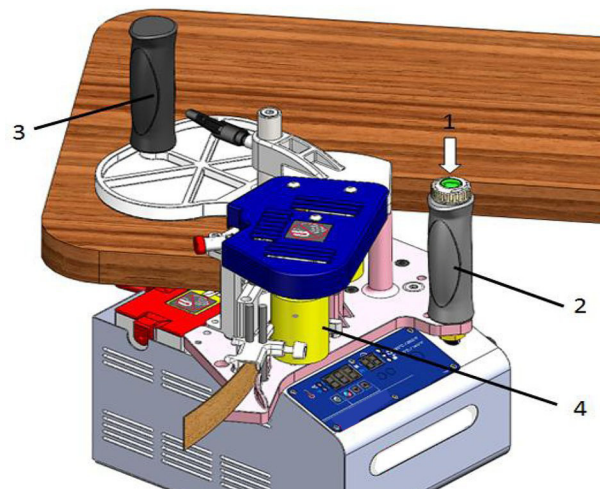

Abb. 17: Beklebungsvorgang des Werkstücks
Schritt 3: Stellen Sie die SOLL-Temperatur für den Klebstoff am Bedienfeld ein und drücken Sie den Schalter für die Heizung. Je nach verwendetem Granulat dauert es ca. 20 - 30 Minuten, bis der Klebstoff komplett geschmolzen ist. Durch Drücken der Vorschub-Taste (1, Abb. 17) kann der Aufheizprozess beschleunigt werden.